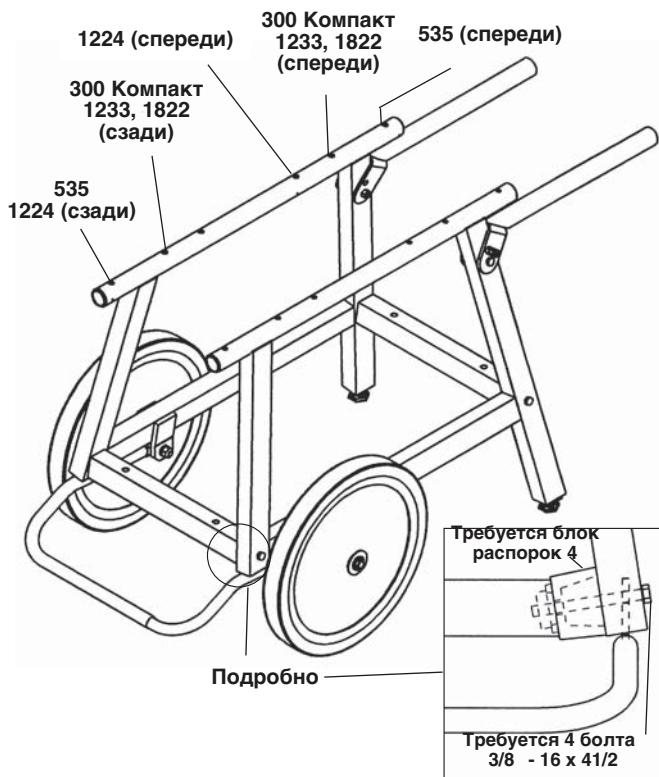

Рисунок 3 – Опора в сборе
3. Соберите опору, чтобы "внутренние" наклейки располагались по направлению к внутренней части опоры (рисунок 3).
ОСТОРОЖНО Для правильного баланса и работы станки RIDGID необходимо зафиксировать через подходящие отверстия в ножках (рисунок 3).